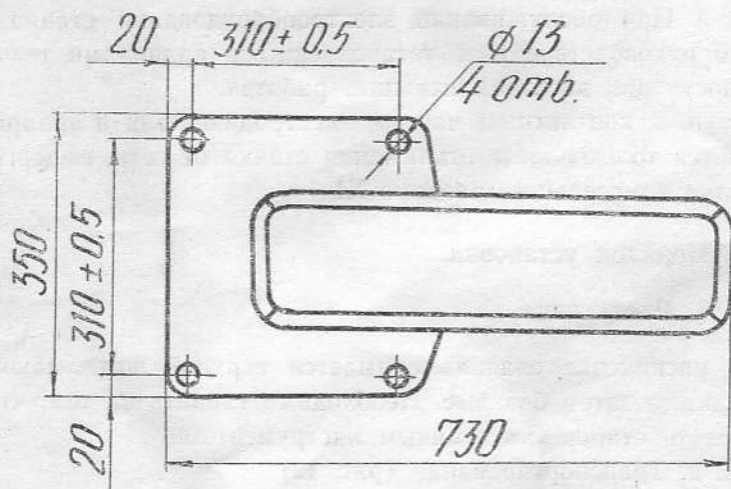

Рис. 11. Установка станка
2. 2. 4. Монтаж. Схема установки приведена в рис. 11.